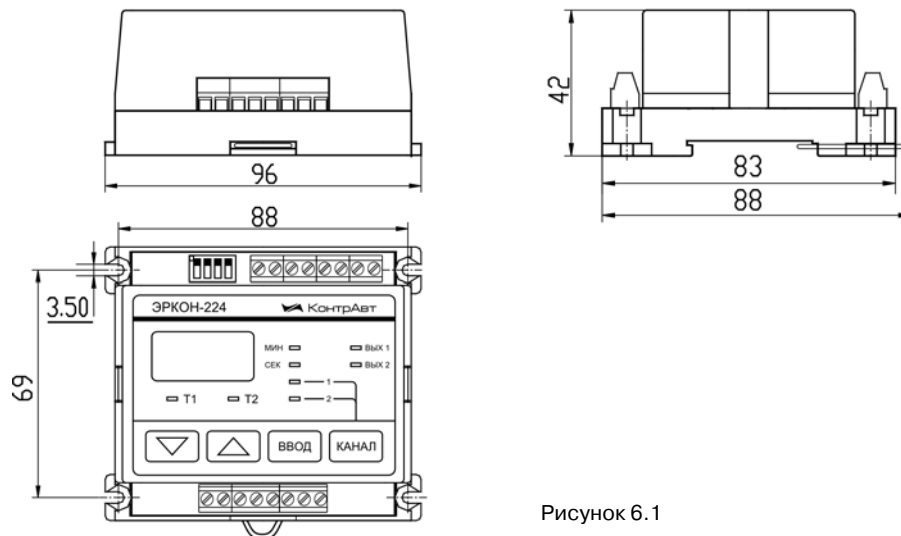

Рисунок 6.1
6.1 Габаритные и установочные размеры реле приведены на рис. 6.1.